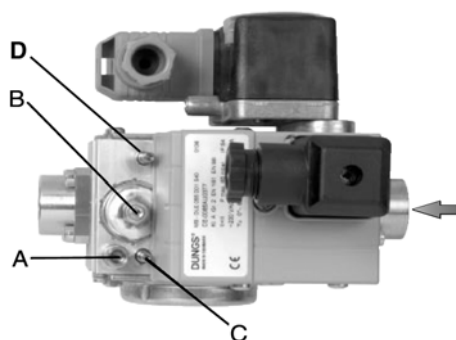
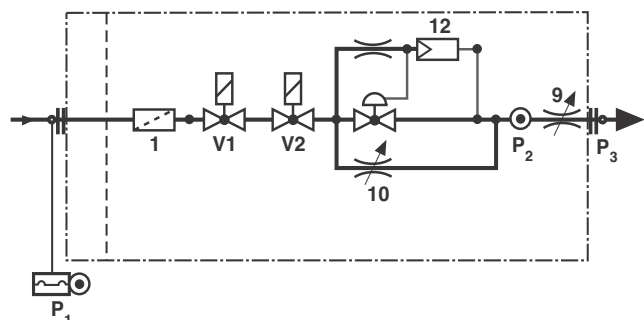

Fig. 8 -DUNGS MBC 65-DLE
Fig. 9
A. Toma de presión P2 (Fig. 8) antes de la válvula D
C. valvula de encendido (n.10 in Fig. 8)
D. válvula de caudal máximo (Nº 9 en Fig. 8)
- 1 desenroscar el tornillo **A** (Fig. 8) de la toma de presión y conectar el manómetro;
- 2 configurar al mínimo el regulador de presión, girando el tornillo de regulación **B** (Fig. 8) en sentido antihorario;
- 3 poner en funcionamiento el quemador; regular la llama durante la fase de encendido utilizando la derivación (by-pass) **C** (véase N° 10 en Fig. 9). Girando en sentido horario, el caudal del gas disminuye, mientras que girando en sentido antihorario aumenta. Se recomienda no excederse en el caudal de encendido, ya que se podría perjudicar la eficiencia del estabilizador **B** (Fig. 8).
Intervenir en el regulador de presión hasta alcanzar el caudal deseado, mediante el tornillo de regulación **B** (Fig. 8): para aumentar el caudal, girar el tornillo en sentido horario, para reducirlo, girar el tornillo en sentido antihorario.
La válvula de regulación **D** del reductor de la cantidad del gas principal ha sido abierta por completo en fábrica: no se debe modificar la posición de la misma. Después de haber realizado todas las regulaciones, retirar el manómetro y volver a enroscar el tornillo de cierre **A** (Fig. 8) en la toma para el manómetro.